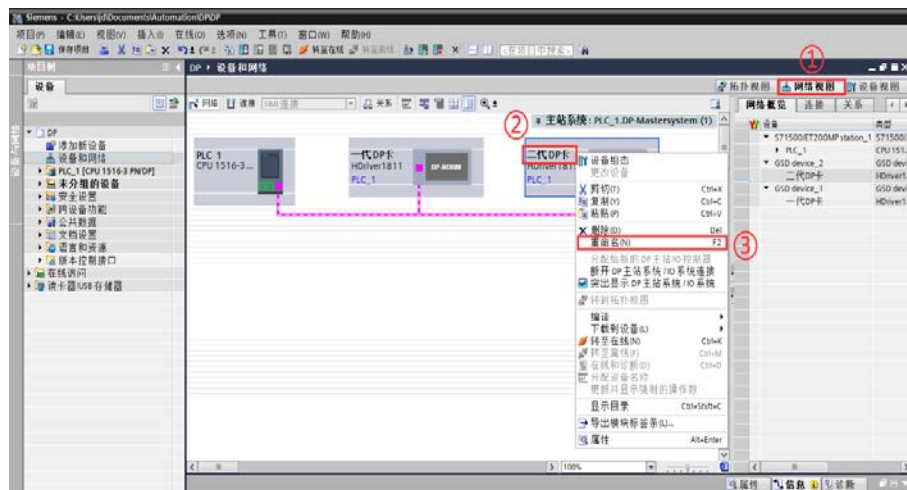

图 3.11 更改站点名
- 在网络视图下，右击对应的 DP 站点设备的设备名，选择【重命名】可以更改站点名称，如图 3.11 所示。